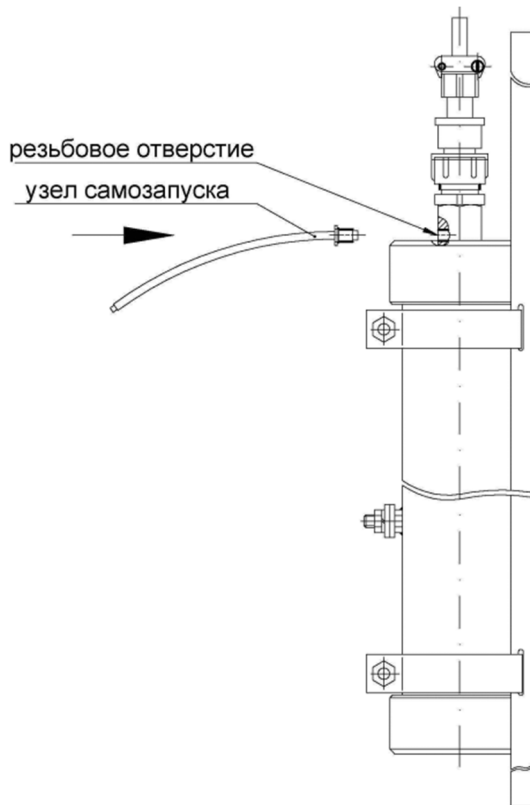

Рисунок 5 – Замена поврежденного узла самозапуска или с истекшим сроком службы.
5.5 Повреждение или отрыв узла самозапуска приводит к утрате функции самозапуска модуля, которая может быть восстановлена при замене узла самозапуска (см. рис.5).
- 7.5.2 Замена узла самозапуска производится в следующей последовательности (см. рис. 5):